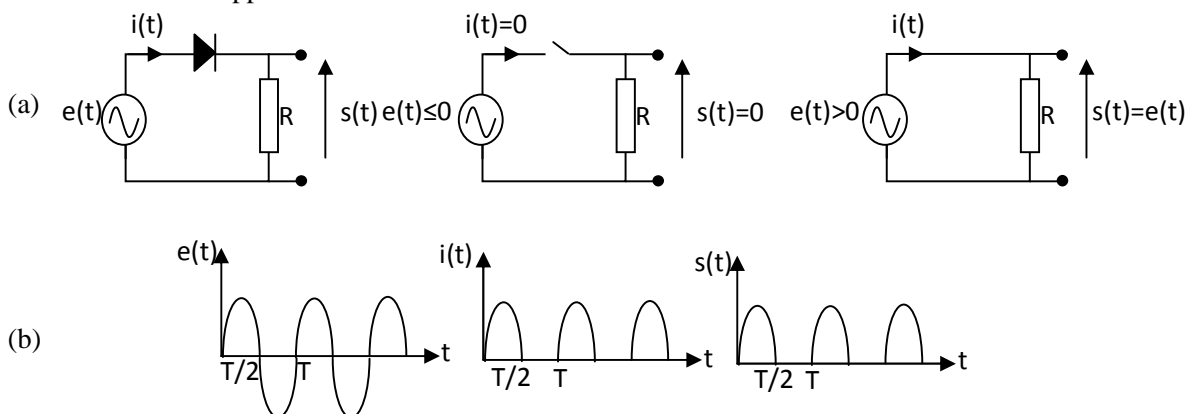

Figure III.15 : Redressement simple alternance (positive) : (a) circuit de base, schéma équivalent (b) chronogramme
- Eliminer la partie négative et à laisser passer que la partie positive d'un signal alternatif (figure III.15)
Le principe de fonctionnement est illustré par le chronogramme des figures III.15 et III.16, où la diode utilisée est supposée idéale.
La figure III.15 montre comment l'alternance négative est supprimée. Alors, on est passé d'un signal bipolaire à un signal unipolaire positif.